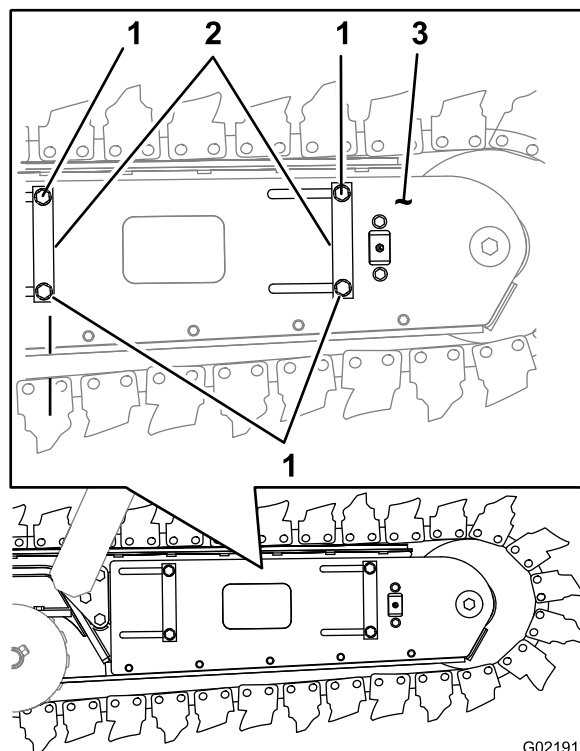
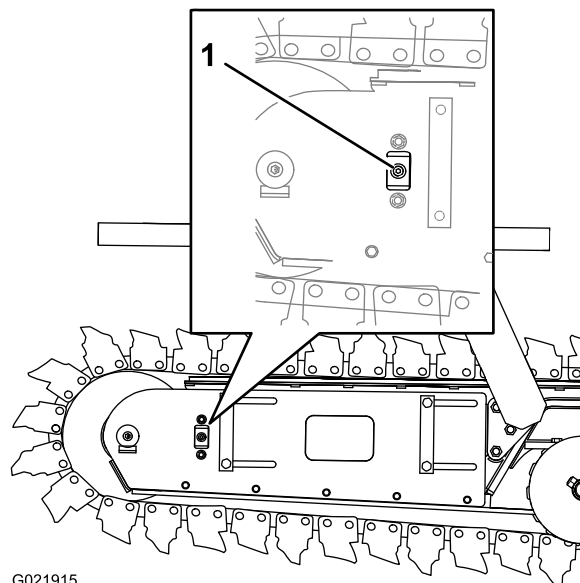

Figura 32
Figura 33
1. En el lado izquierdo de la espada, afloje los 4 pernos que sujetan las barras de bloqueo y las chapas laterales (Figura 32).
2. Localice el tapón de purga (cabeza allen) en la chapa lateral del lado derecho de la espada (Figura 33).
3. Gire lentamente el tapón de purga 2 o 3 vueltas en sentido antihorario, y deje que la grasa fluya de alrededor del tapón (Figura 33).
4. Cuando haya obtenido una distancia de 51 a 76 mm (2" a 3") entre la cadena y la tira de desgaste, apriete el tapón (Figura 32 y Figura 33).
5. Apriete los 4 pernos (Figura 32) que sujetan las barras de bloqueo y las chapas laterales a 190–215 N·m.
4. Afloje los pernos que sujetan las barras de bloqueo y las placas laterales en el lado izquierdo de la espada (Figura 32).
8. Apriete los 4 pernos (Figura 32) que sujetan las barras de bloqueo y las chapas laterales a 190–215 N·m.